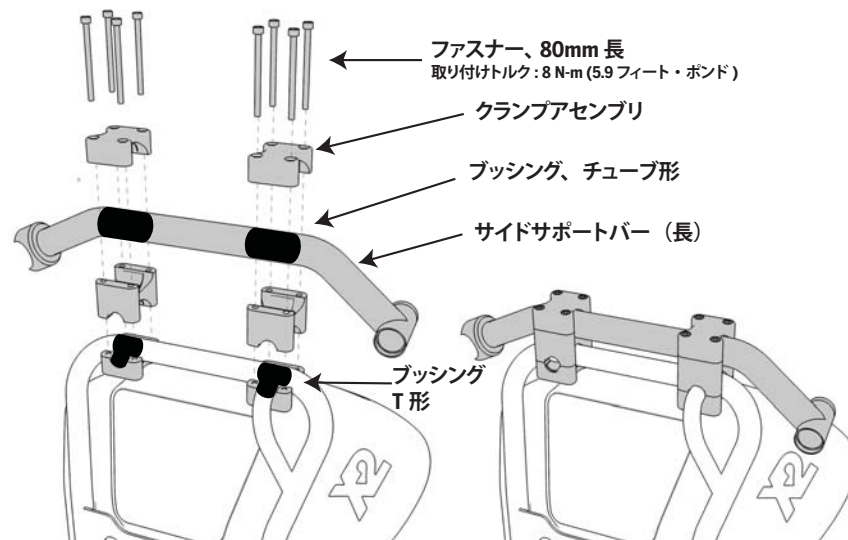

図 1b. サイドサポートバーの取り付け
2. クランプアセンブリを、x2 フェンダーフレームとサイドサポートバーの上に揃えます。図 1b を参照してください。(2) 個のチューブ形ブッシングを、サイドサポートバーに取り付け、クランプアセンブリに揃えます。(2) 個の T